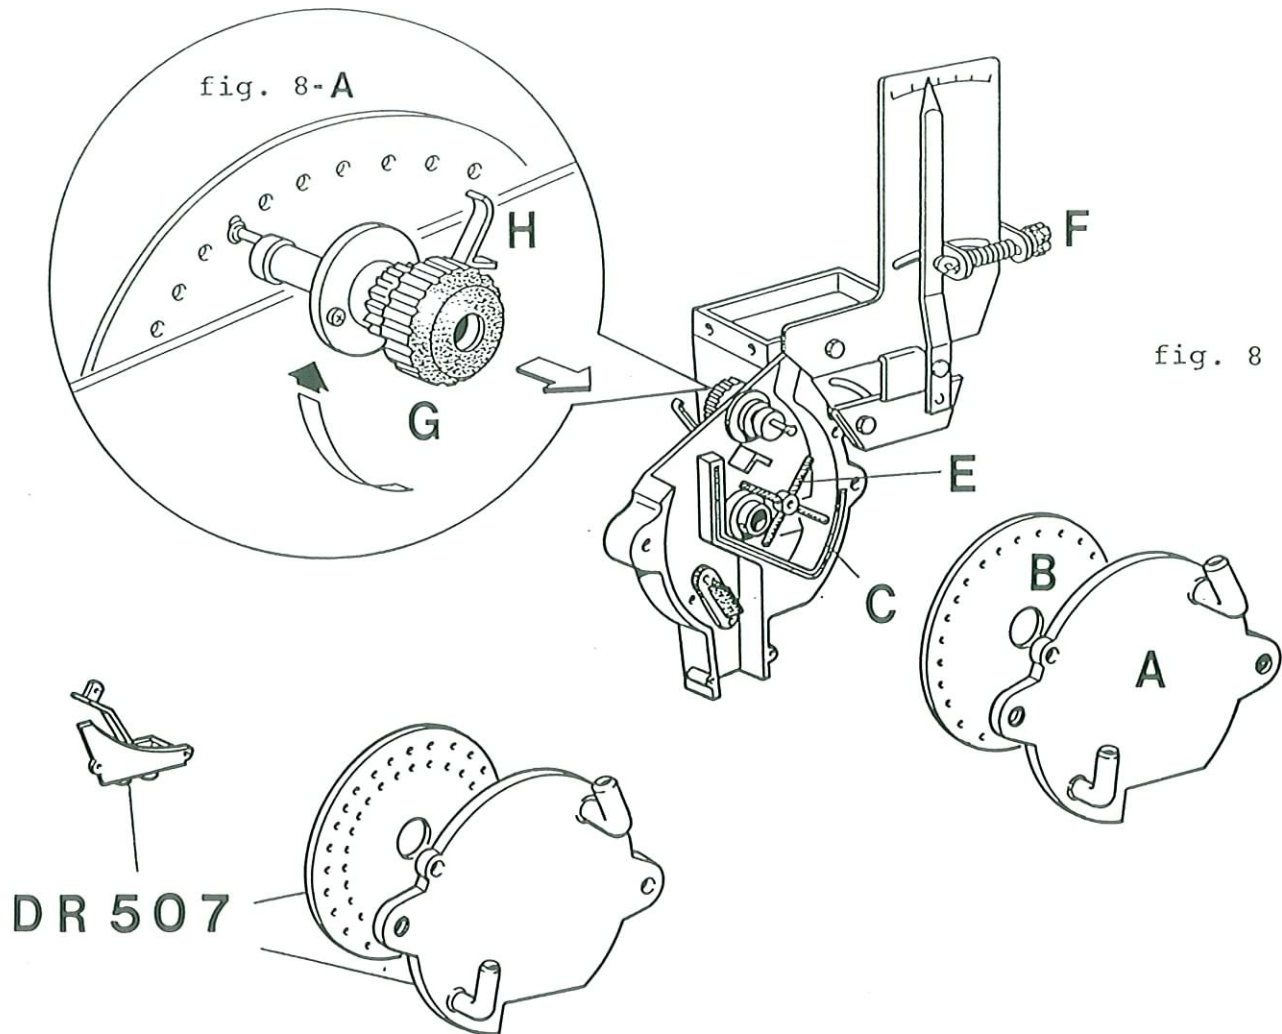

fig. 8
Le distributeur pneumatico (fig.8) renferme le disque perforé qui pour assumer le transport des semences, doit être choisis en fonction du calibre et du type des graines. La dépression créée à l'intérieur du distributeur occasionne une aspiration des graines sur les trous du disque (B), et maintien les graines en position, avant de les relâcher pour qu'elles tombent dans le sol.
Der Säapparat (Bild 8) enthält die nach Samenart und Funktion ausgewählte Säscheibe. Durch den Saugdruck im Inneren des Apparates werden die Samenkörner an die Löcher der Säscheibe (B) angesaugt und bleiben da haften, um erst kurz vor dem Boden losgelassen zu werden.